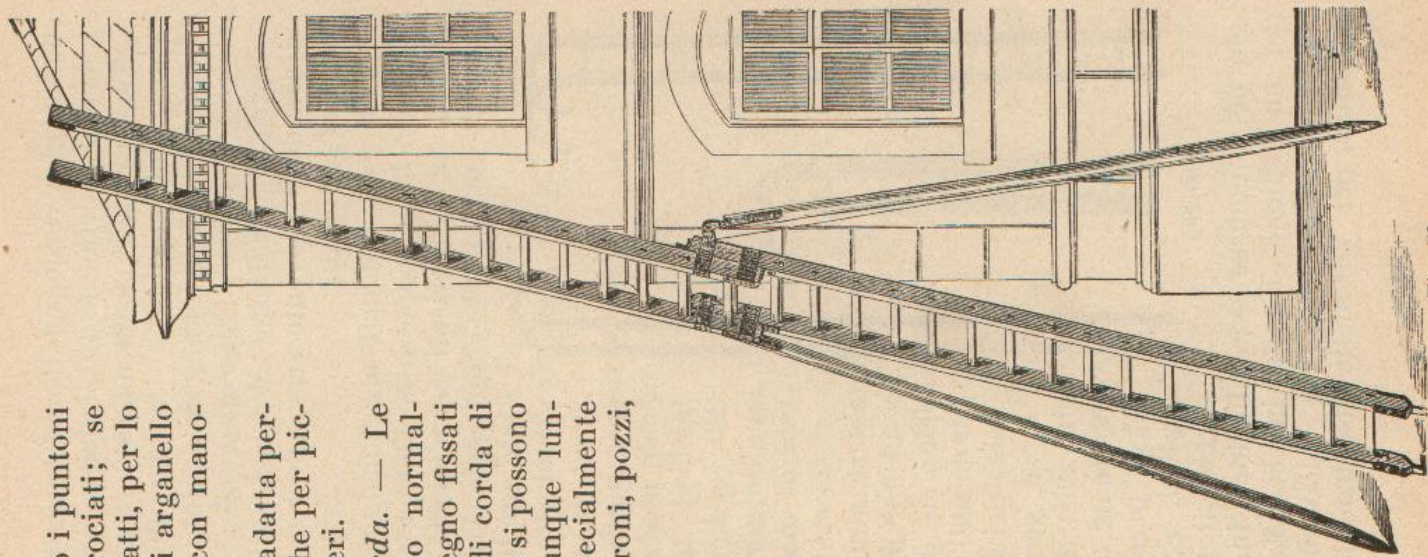

Fig. 79.
*Scala a coulisses, (fig. 79).* — Questa scala costruita per raggiungere altezze da 8 a 15 m. consiste comunemente di due pezzi eguali che scorrono sui rispettivi montanti trattenuti da collari di ferro. All'estremità superiore del primo pezzo sono fissati snodabili, due puntoni di adeguata lunghezza e l'estremità inferiore (piede della scala) termina con due puntali destinati a fermarla al suolo. Il tratto superiore viene issato mediante fune che scorre fra un pezzo e l'altro sopra una carrucola; alla estremità sono applicate due ruotelle che ne facilitano lo sviluppo quando la scala è appoggiata alla parete. Sviluppata la scala all'altezza voluta, il pezzo superiore viene fissato rovesciando gli appositi nottolini d'arresto.